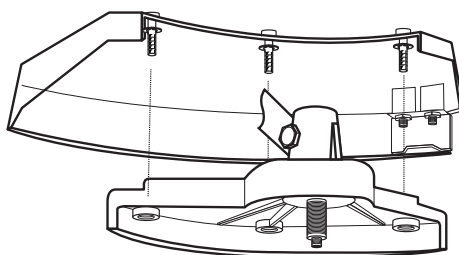

Fig. 5
- > Si vous voulez utiliser votre machine-outil pour tailler l'herbe avec l'accessoire [32], montez le carter du taille-bordure. Enlevez les vis et les rondelles du carter [25], montez le carter [26] et fixez-le avec les vis et les rondelles (Fig. 5). Procédez ensuite comme indiqué dans la section "Accessoires de coupe – Lame de taillage" ci-dessous.